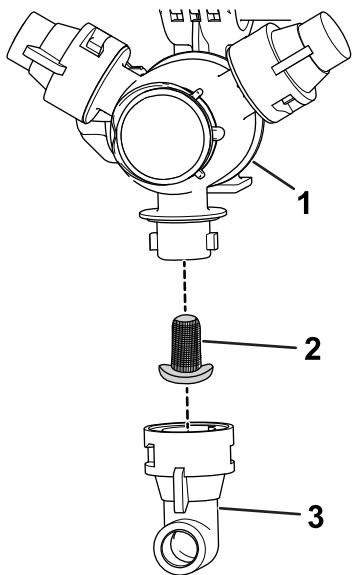

Figure 81
- Déposez la buse de la tourelle de pulvérisation (Figure 81).
- Déposez le filtre de buse (Figure 81).
- Montez le filtre de buse (Figure 81).
- Montez la buse sur la tourelle de pulvérisation (Figure 81).